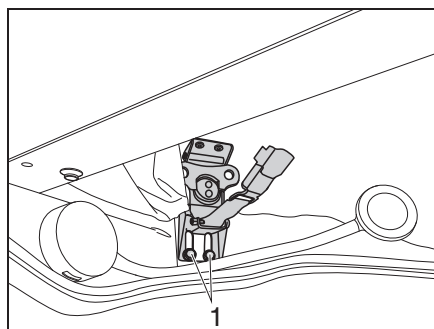

Figure 48 Dispositif de verrouillage Toit relevable
- Desserrer les 2 vis (Figure 48, 1) du dispositif de verrouillage.
- Tirer le toit relevable vers le bas en le tenant par la poignée et serrer simultanément les 2 vis (Figure 48, 1).